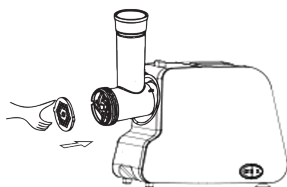

рис. 4
7.1.4 Поместите выбранный Вами диск в горловину с учетом совпадения пазов на диске и горловине (рис.4).